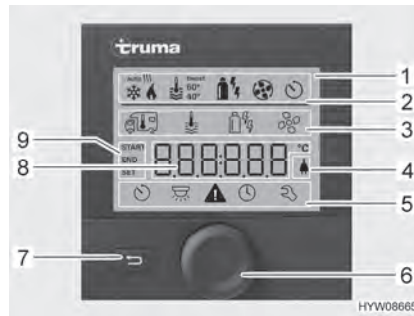
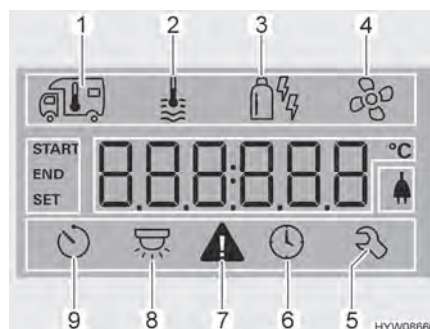

Bild 110 Kontrollenhet med indikeringar
Bild 111 Display (kontrollenhet)
- Statusrad (Bild 110,2)
- Övre menyrad (Bild 110,3)
- Indikeringsområde (Bild 110,8)
- Nedre menyrad (Bild 110,5)
- Tryck ned vrid-/tryckknappen (Bild 110,6) i ca. 3 sekunder. De båda menyraderna (Bild 110,3 och Bild 110,5) visas. Den första symbolen blinkar.
- Vrid vrid-/tryckknappen (Bild 110,6) tills den önskade menysymbolen blinkar.
- Tryck på vrid-/tryckknappen för att spara det inställda värdet. Om det ursprungliga värdet ändå inte ska ändras: Tryck på tillbakaknappen (Bild 110,7).
- Vrid vrid-/tryckknappen (Bild 110,6) tills menysymbolen värmesystem (Bild 111,1) blinkar.
- Tryck på vrid-/tryckknappen för att spara det inställda värdet. Symbolen i statusraden (Bild 110,2) blinkar tills den inställda rumstemperaturen är uppnådd. Om det ursprungliga värdet ändå inte ska ändras: Tryck på tillbakaknappen (Bild 110,7).
- Vrid vrid-/tryckknappen (Bild 110,6) tills menysymbolen varmvatten (Bild 111,2) blinkar.
- Tryck på vrid-/tryckknappen för att spara det inställda värdet. Symbolen i statusraden (Bild 110,2) blinkar tills den inställda varmvattentemperaturen är uppnådd. Om det ursprungliga värdet ändå inte ska ändras: Tryck på tillbakaknappen (Bild 110,7).
- Vrid vrid-/tryckknappen (Bild 110,6) tills menysymbolen driftläge (Bild 111,3) blinkar.
- Tryck på vrid-/tryckknappen för att spara det inställda driftläget. Om det ursprungliga värdet ändå inte ska ändras: Tryck på tillbakaknappen (Bild 110,7).
- Vrid vrid-/tryckknappen (Bild 110,6) tills menysymbolen fläkt (Bild 111,4) blinkar.
- Vrid vrid-/tryckknappen (Bild 110,6) tills menysymbolen timer (Bild 111,9) blinkar.
- Tryck på vrid-/tryckknappen. Timern är aktiverad. Symbolen timer (Bild 111,9) blinkar när timern är programmerad och aktiv.
Vid en varning blinkar varningssymbolen (Bild 111,7). Värmesystemet fortsätter att vara igång. Om de bara rör sig om ett temporärt fel så släcks varningssymbolen av sig själv.